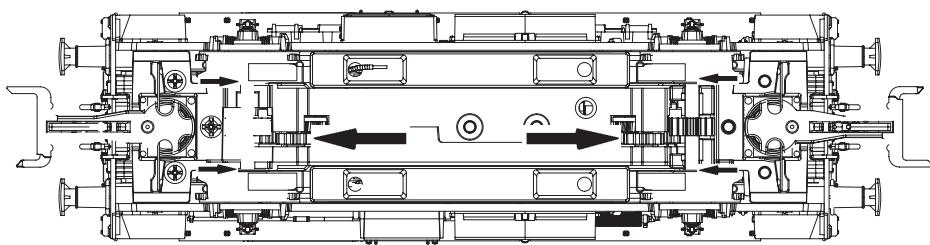

Fig. 6
2. Schmierung: Versehen Sie die im Schmierplan in Fig. 5 gekennzeichneten Stellen mit nur **kleinen Öltropfen**. Dazu zuerst den Getriebedeckel abnehmen. Danach den **Radsatz** herausnehmen (Fig. 6). Wir empfehlen den ROCO **Öler Art.-Nr. 10906**. Fürs Schmieren der Getriebeteile (Zahnräder, Schnecke) empfehlen wir das **ROCO-Spezialfett Art.-Nr. 10905**. Im Falle der Schmierung diese Teile **nicht ölen**.
2. Lubrication: Apply **tiny oil drops** to spots marked in fig. 5. Prior to lubrication remove the gear cover. Take out **wheel set** (fig. 6). We recommend using item no. **10906, ROCO oiler**. For lubrication the gearparts (e.g. cogwheels, worm) we would recommend our ROCO **special grease** (item no. **10905**).
2. Graissage: N'appliquez **qu'une tout petite goutte** aux endroits indiqués par le plan de graissage (fig. 5) après avoir démonté la caisse de la locomotive (fig. 6). Nous vous recommandons **le graisseur à huile ROCO réf. 10906**. Pour graisser les engrenages (roues dentées, vis sans fin) nous vous conseillons la **graisse spéciale ROCO réf. 10905** pour engrenages en matières synthétiques. Lorsque vous utilisez cette graisse il faut éviter d'huiler ces composants.
voir } Fig.6